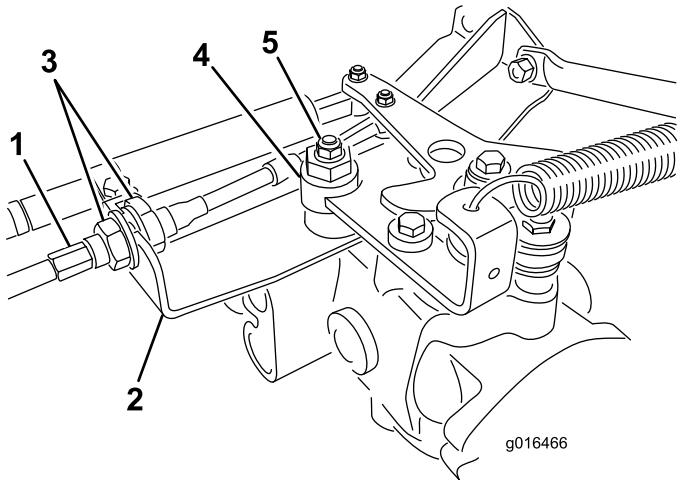

Figura 41
- A. Afloje las dos contratuerzas que fijan el cable de control de tracción a la escuadra del hidrostato (Figura 41). Asegúrese de aflojar ambas contratuerzas uniformemente, y lo suficiente como para permitir el ajuste.
**Nota:** Afloje la tuerca que sujetá el excéntrico a la parte superior del hidrostato (Figura 41).
- E. Cuando la rueda deje de girar, apriete la tuerca para bloquear el excéntrico y el ajuste (Figura 41).
- G. Desde cada lado de la escuadra, apriete las contratuerzas uniformemente, fijando el cable de tracción a la escuadra (Figura 41). No tuerza el cable.